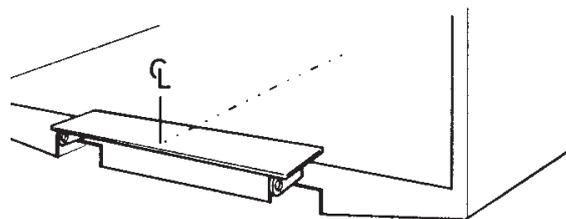

Abb. 30. Mittelpunkt an der Hecktraverse des Fahrzeugs ausmessen und markieren. Schrauben oder Punktschweißen der Montagevorrichtung an der Hecktraverse.
1. Mittelpunkt an der Hecktraverse des Fahrzeugs ausmessen und markieren. Siehe Abb. 30.